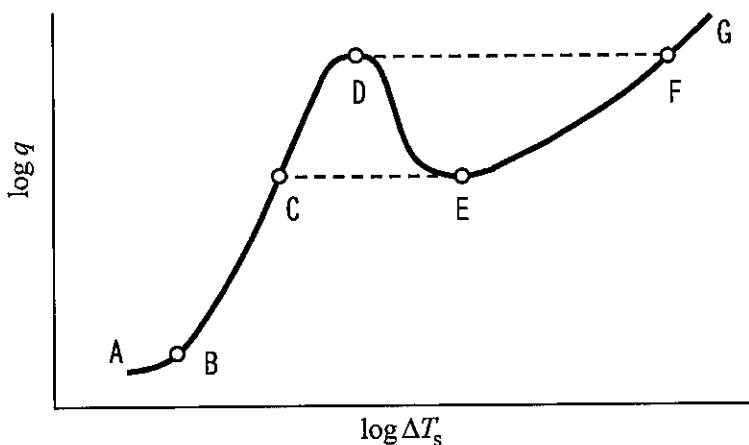

図3 沸騰曲線
- 2) 液体と接した伝熱面を液体の飽和温度以上に加熱した際の過熱度 ΔT_s と熱流束 q の関係を表す図3のような曲線を沸騰曲線と呼ぶ。
図3において、A点から伝熱面を加熱して過熱度を増加させて行くと、B点で沸騰が始まる。さらに過熱度を増加させると熱流束が急激に増大し、C点を経てD点に至る。ここで、B点からD点までの領域を 9 沸騰領域と呼ぶ。さらに伝熱面を加熱していくと、過熱度が急激に上昇し突然F点に移行する。したがって、D点以上の過熱度では、場合によっては伝熱面が溶融する危険があることを示しており、D点のことを 10 点と呼ぶ。F点でも伝熱面の融点を超えない場合には、過熱度と熱流束の関係は A→B→C→D→F→Gのように変化していく。